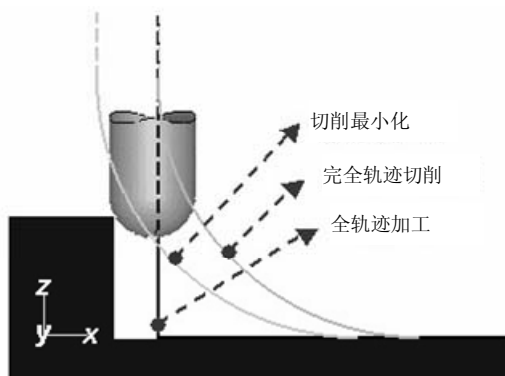

图 1-32 最大、最小化修圆
1) 优化：在模型凹部或不能直接添加圆弧接近时，指定接近添加方法。可选择以下 3 种优化的设定，最大、最小化修圆如图 1-32 所示。